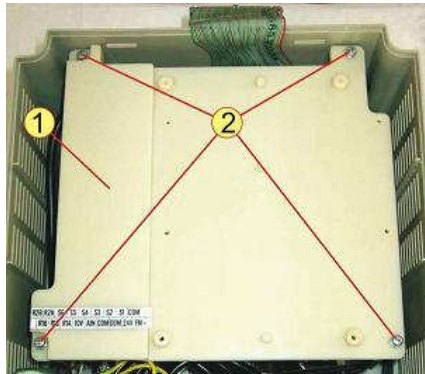

Рис.7.5
7.4.1. Взять монтажную панель 1, установить в корпус, вкрутить четыре винта 2 (рис.7.5).